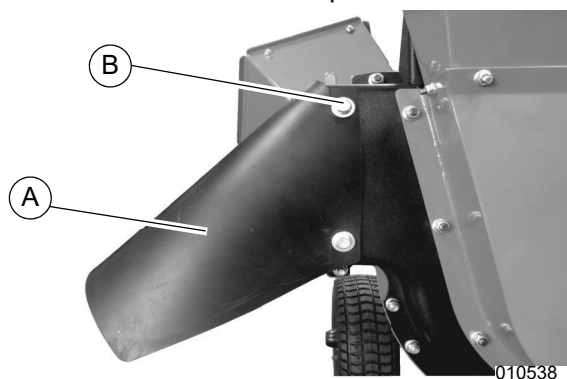

Figura 2-9. Instalación del deflector de descarga
- Consulte la **Figura 2-9**. Fije un lado del deflector de descarga (A) en las dos ubicaciones de montaje con pernos y arandelas de 5/16-18 x 0,75 (B) con una llave de 1/2 pulg.